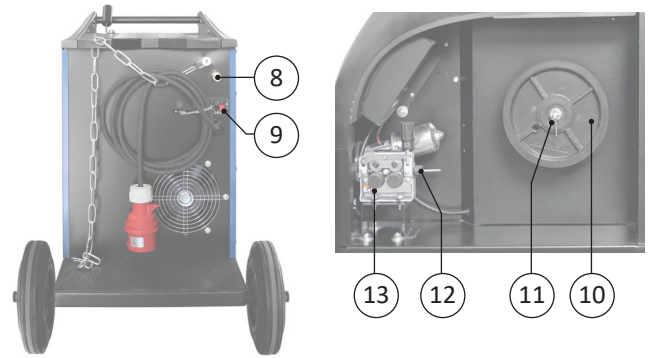

Bild 2
- Nehmen Sie die seitliche Abdeckung der Drahttrommel und in die Trommel (Bild. 2, Pos. 11) setzen Sie auf den Halter die Drahtspule ein.
- Schneiden Sie das am Rand der Spule befestigte Drahtende ab und führen Sie es in den Einführungsbowden ein (Bild 2, Pos. 12), weiter über die Vorschubrolle in das Einziehröhrchen (Bild 2, Pos. 13) mindestens 10 cm weit.
- Den Gasschlauch auf Gaseingang rückseitig der Maschine aufsetzen (Bild 2, Pos. 8)
- Den Erwärmungskabel in Maschinensteckdose hineinstecken (Bild 2, Pos. 9) und an den Stecker am Druckreglerventil, ohne Polaritätsbestimmung, anschließen